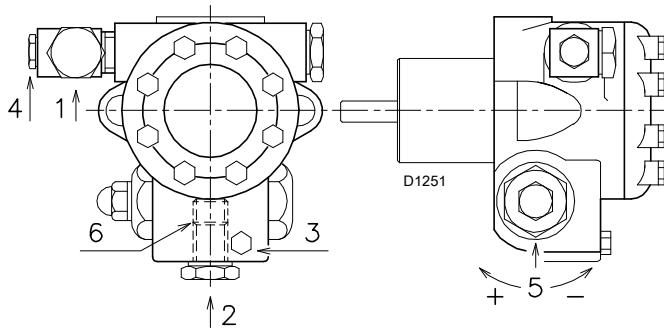
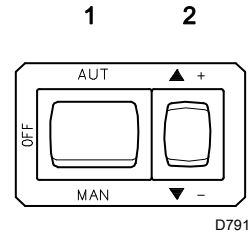

图 25
图 26
图例 (图 25)
- 启动自吸功能时，松开油泵 (图 25) 上的螺丝 3) (图 25)，排出进油管路中的空气。
- 通过闭合启停开关启动燃烧器，将开关 1) (图 26) 置于“MAN (手动)”位置，开关 10) (图 6) 处于“OIL (燃油)”位置。
- 当有轻油从螺丝 3) (图 25) 处流出时，可认为油泵已注油。将燃烧器停机：将开关 1) (图 26) 置于“OFF (关)”的位置，拧紧螺丝 3) (图 25)。